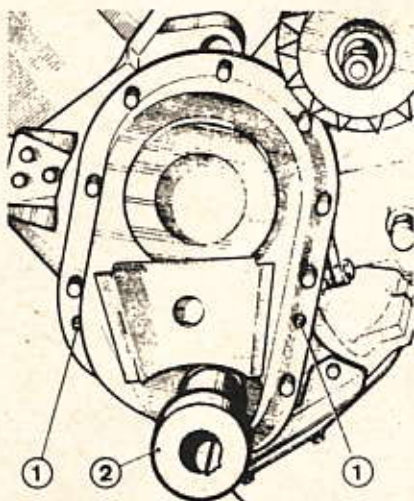
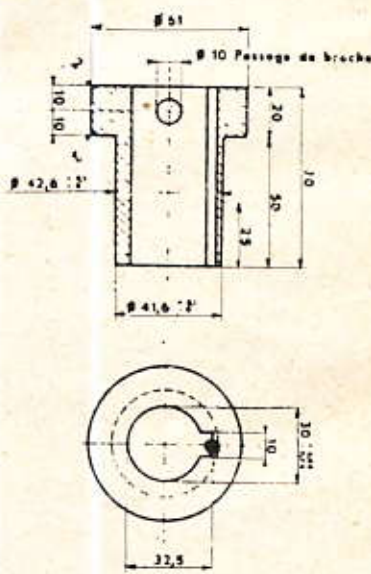

Fig. 22. — Centrage du carter de distribution.
Fig. 23. — Cotes d'exécution de la bague de centrage 0.0104.
En conséquence, sur ces moteurs le centrage du carter de distribution devra être effectué systématiquement à l'aide de la bague (2) [fig. 22] utilisée déjà pour 203 et 403 et réalisée aux cotes de la figure 23. (On peut aussi utiliser la poulie du vilebrequin.)